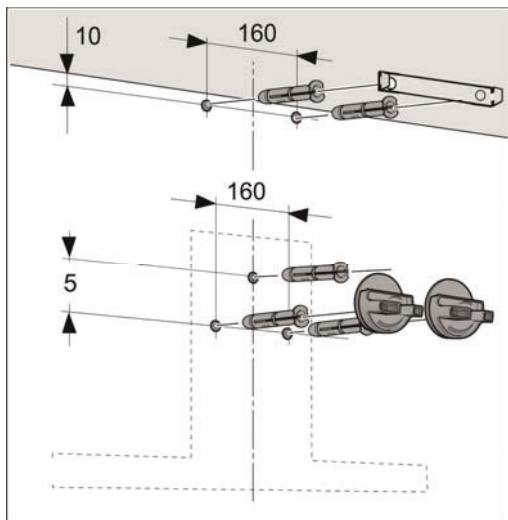

Рис. 1
2. Разметьте местоположение отверстий под винты. (Рис. 1)